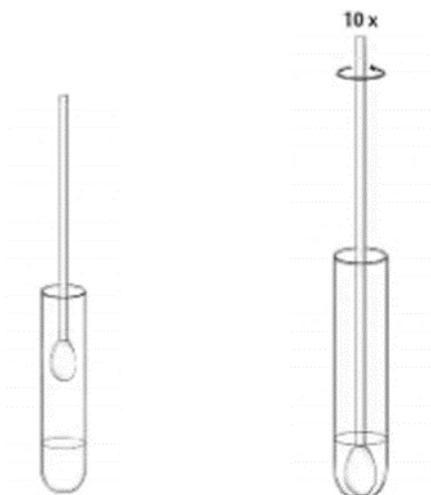

Рис. 3. Экстракция образца в буферный раствор
- экстракция забранного материала в пробирку с буферным раствором, выбор которого определяется видом диагностического исследования. Для этого следует энергично вращать зонд, прижимая флокированной частью к стенке пробирки как минимум 10 раз. (Рис.3)